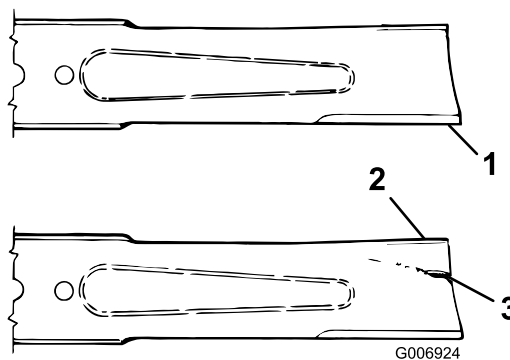

Figura 29
2. Inspeccione los filos de corte (Figura 29). Si los bordes no están afilados o tienen mellas, retire las cuchillas y afílelas; consulte Cómo afilar las cuchillas.
3. Inspeccione las cuchillas, especialmente la parte curva (Figura 29). Si observa daños, desgaste o la formación de una ranura en esta zona (Figura 29), instale inmediatamente una cuchilla nueva.